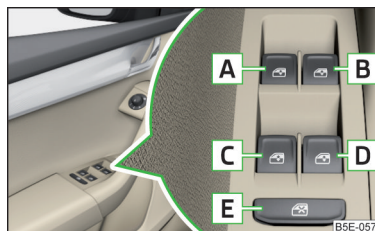

Fig. 57
Teclas de los elevalunas » fig. 57
- Después de abrir la puerta del conductor o acompañante es posible el manejo de las ventanillas solamente por la tecla **A** » fig. 57, presionándola o tirándola por 2 segundos.
- **o:** Apagar el encendido, abrir la puerta del conductor y mantener la tecla  hasta el tope en la posición de apertura » **fig. 57 de la pág. 70.**
- **o:** Apagar el encendido, abrir la puerta del conductor y mantener la tecla  hasta el tope en la posición de cierre » **fig. 57 de la pág. 70.**